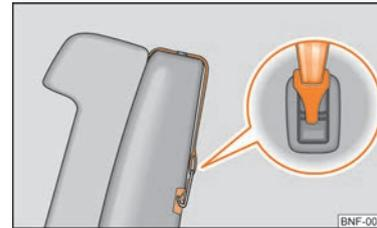

Abb. 84 Eingehängter Befestigungsgurt
- Befestigen Sie die Kindersitze mit dem TOP TETHER-System nur an den mit Halteösen ausgestatteten Rücksitzen ⇒ Abb. 84.